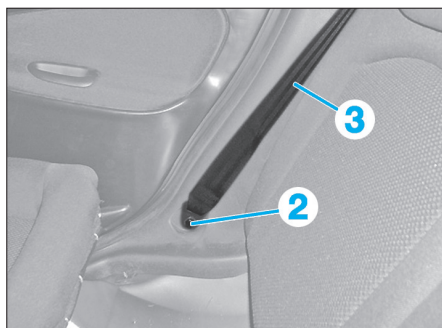

Fig. 22
- la vis (2) (Fig.22).
- Dégager la ceinture de sécurité (3).